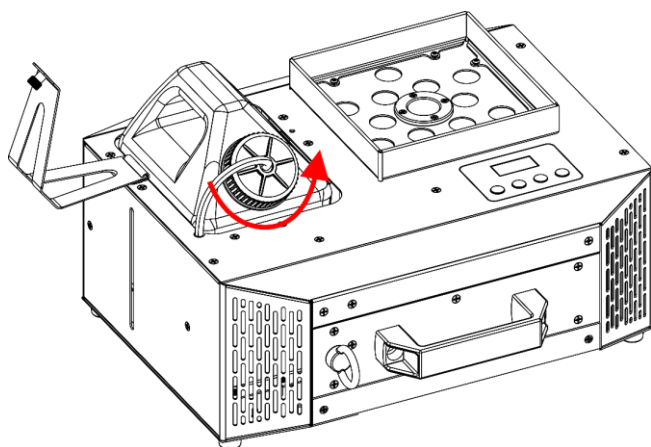

Fig. 30
- 04) Svitare il coperchio del serbatoio del liquido, come mostrato nella Fig. 30.